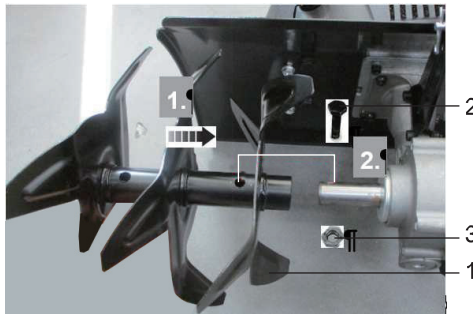

Fig. 14
5. Remplacer les dents (1) par des dents du même type. Aligner les trous de fixation de la dent et l'arbre à dents, passer le boulon hexagonal (2) dans les trous des fixations et fixer la dent (1) avec l'écrou (3). Tenir l'écrou (3) fermement à l'aide d'une clé appropriée, puis serrer le boulon hexagonal (2) dans le sens des aiguilles d'une montre à l'aide d'une clé appropriée avec 33 à 44 pi-lb pour assurer l'utilisation sécuritaire de votre motoculteur (Fig. 14).